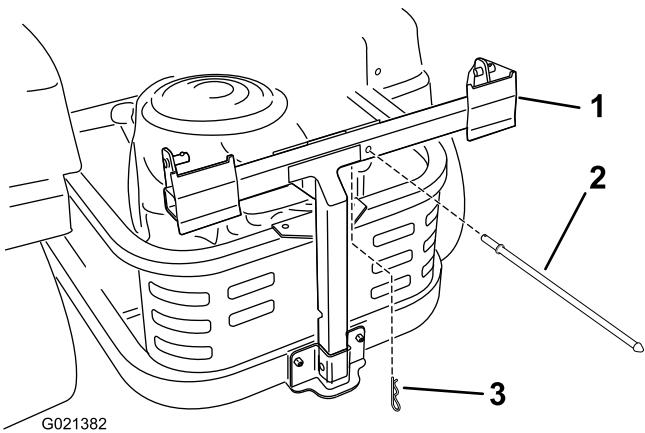

Figure 10
1. Montez la tige de couvercle sur le cadre du collecteur à l'aide d'une goupille fendue. Montez la goupille fendue par le bas (Figure 10).